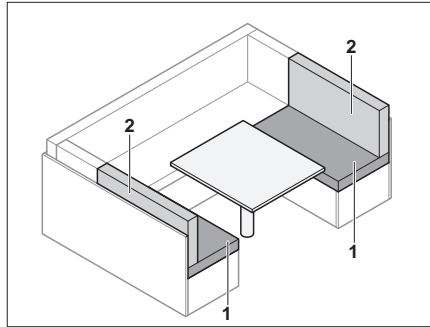

Bild 68 Vor dem Umbau
- Die Rückenpolster (Bild 68,2) abnehmen.